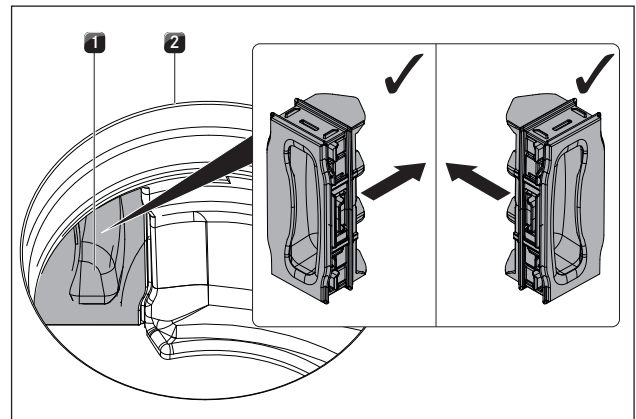

Fig. 8.11 Inserir a tampa de troca do filtro
- ▶ Pressionar a tampa de troca do filtro no interior da abertura de entrada de ar até ao limite da abertura da carcaça do filtro (colocar a tampa de troca do filtro v. fig. 8.11).